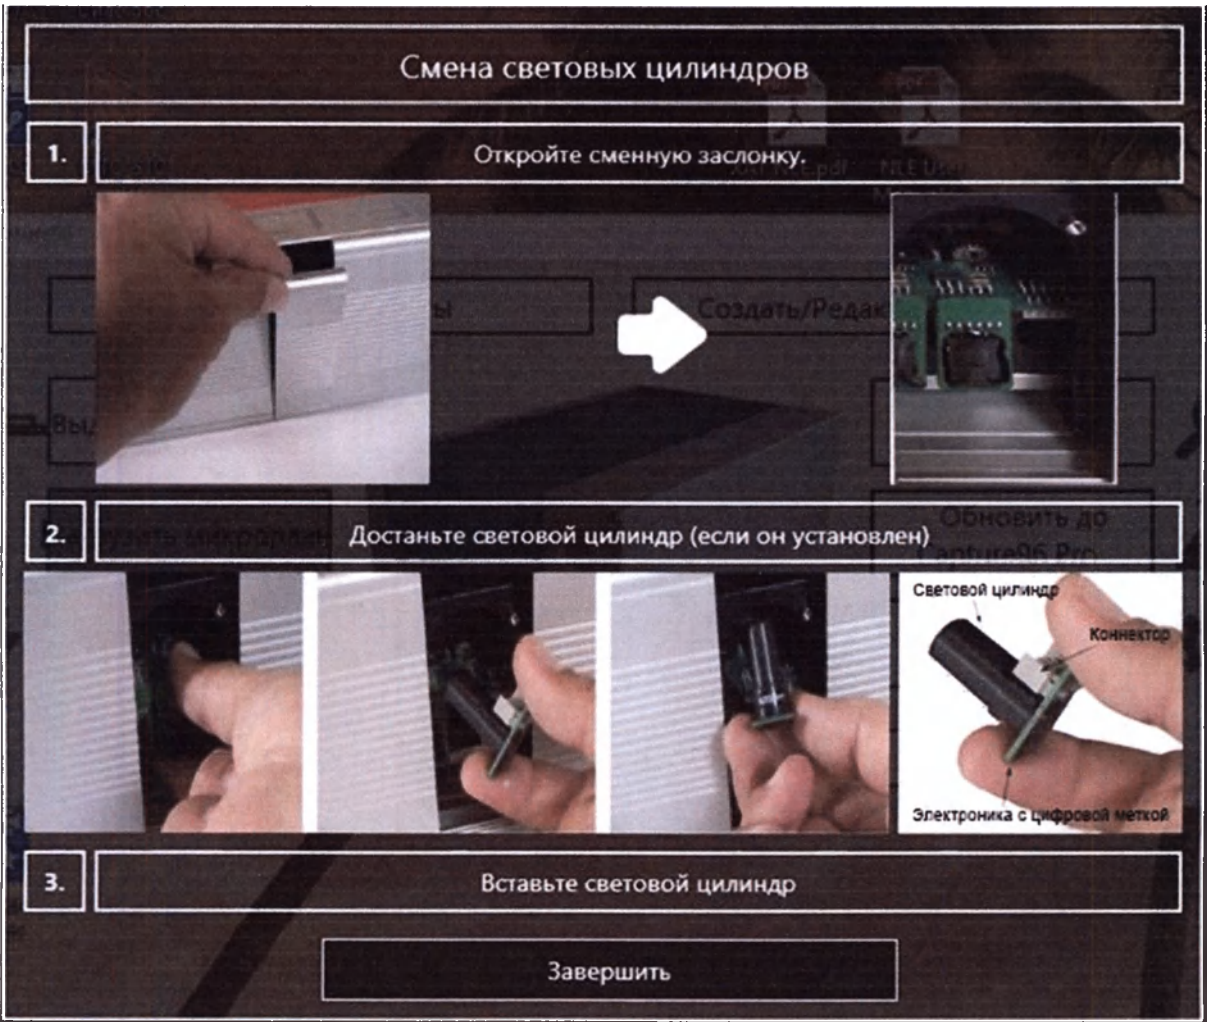

Рисунок 22
7.7.4 Для замены или установки нового светового цилиндра необходимо (см. рисунок 22):